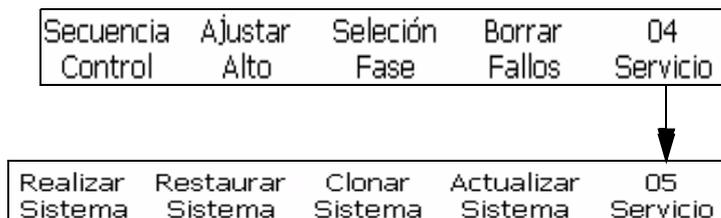

Figura 4-31: Marco <05 Servicio>
- 1 Desplácese hasta el marco < 05 Servicio> (01 Edición > 02 Edición > 03 Edición > 04 Edición - Servicio Printer > 01 Servicio > 02 Servicio > 03 Servicio > 04 Servicio > 05 Servicio). Consulte la Figura 4-31 en la página 4-34.
- 1 Desplácese hasta el marco <05 Servicio> (01 Edición > 02 Edición > 03 Edición > 04 Edición - Servicio Printer > 01 Servicio > 02 Servicio > 03 Servicio > 04 Servicio > 05 Servicio). Consulte la Figura 4-31 en la página 4-34.
- 1 Desplácese hasta el marco < 05 Servicio > (01 Edición > 02 Edición > 03 Edición > 04 Edición - Servicio Printer > 01 Servicio > 02 Servicio > 03 Servicio > 04 Servicio > 05 Servicio). Consulte la Figura 4-31 en la página 4-34.